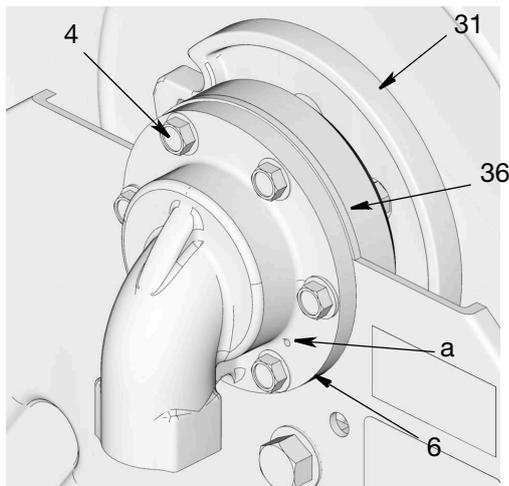

ABB. 20
- Der Einlass (6) ist mit einer Drainageöffnung (a) ausgestattet, mit der Undichtigkeiten erkannt werden können (ABB. 20).
2. Sechs Schrauben (4) entfernen (ABB. 20).